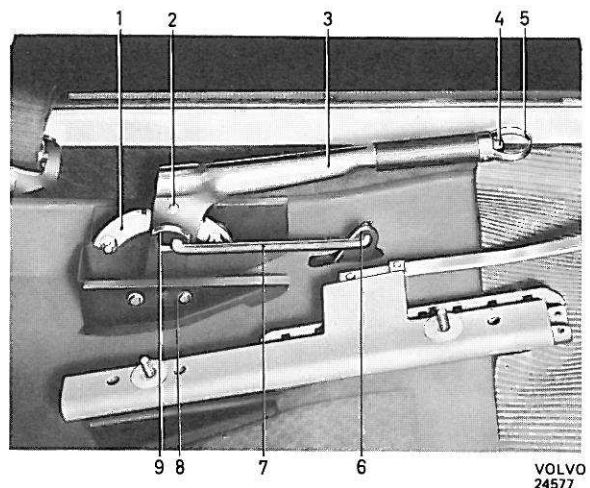

Figure 114. Détail du frein à main P 1800
2. Enlever la goupille fendue et la rondelle sur le levier (6, figure 114) de l'axe. Tourner la tige de commande (7) jusqu'à ce qu'on puisse la détacher du levier de commande. Démontez le secteur denté (1).
3. Enlever la vis du support de palier (8) et déposer la goupille et le support. Déposer le levier (3).
2. Desserrer le frein à main et débrancher la tige de commande (7, figure 114) du levier de l'axe.